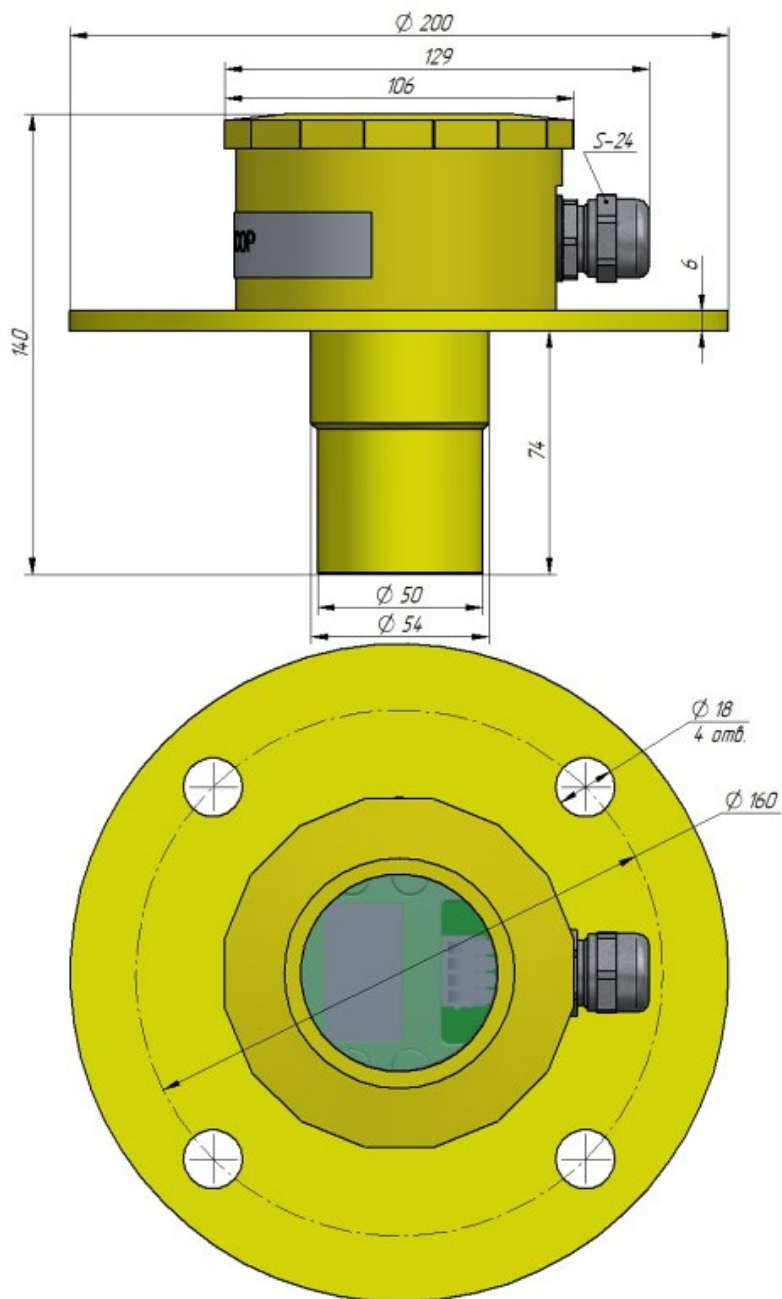

Рисунок 1 – Внешний вид датчика
3.1 Датчики состоят из металлического корпуса с крышкой, в котором размещены две печатные платы с электронными компонентами, гермоввода и ультразвукового элемента (Рис. 1). Под крышкой расположен OLED-индикатор и четыре кнопки для настройки и калибровки датчика. В крышке датчика расположено стеклянное окно, для просмотра показаний датчика.